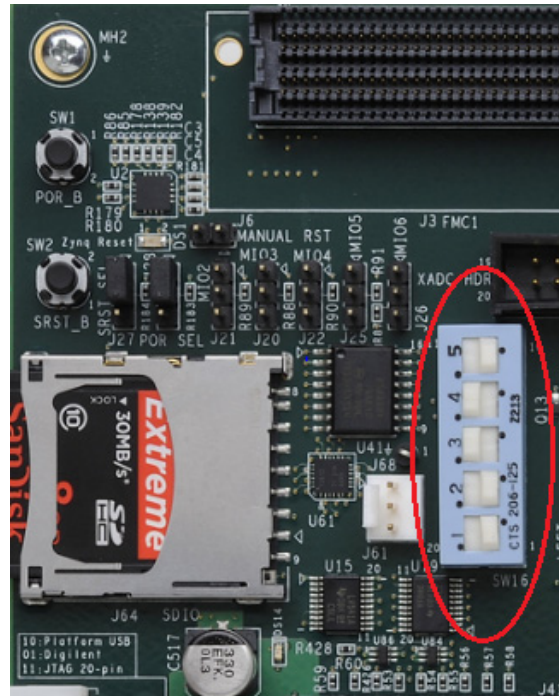

図 5-6: SD カードから Linux をブートする際のジャンパーの設定
1. 図 5-6 に示すとおり SW16 スイッチの設定を変更します。